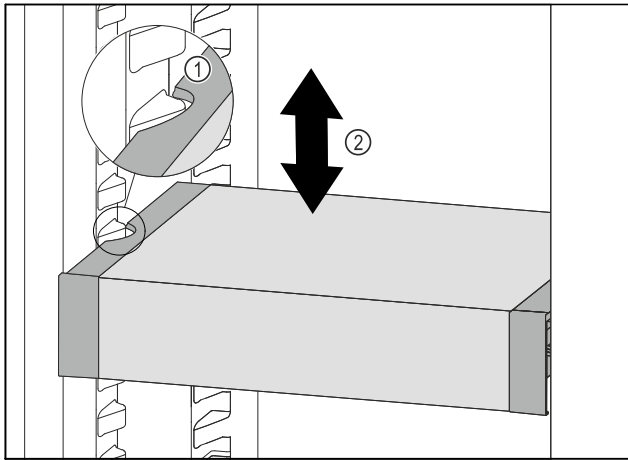

Fig. 133
- ▶ Trageți în față VarioSafe, până când degajările laterale ale VarioSafe se află la înălțimea nervurii recipientului din frigider. Fig. 133 (1)
- ▶ Mișcați în sus sau în jos VarioSafe în frigider, până când este atinsă înălțimea dorită. Fig. 133 (2)